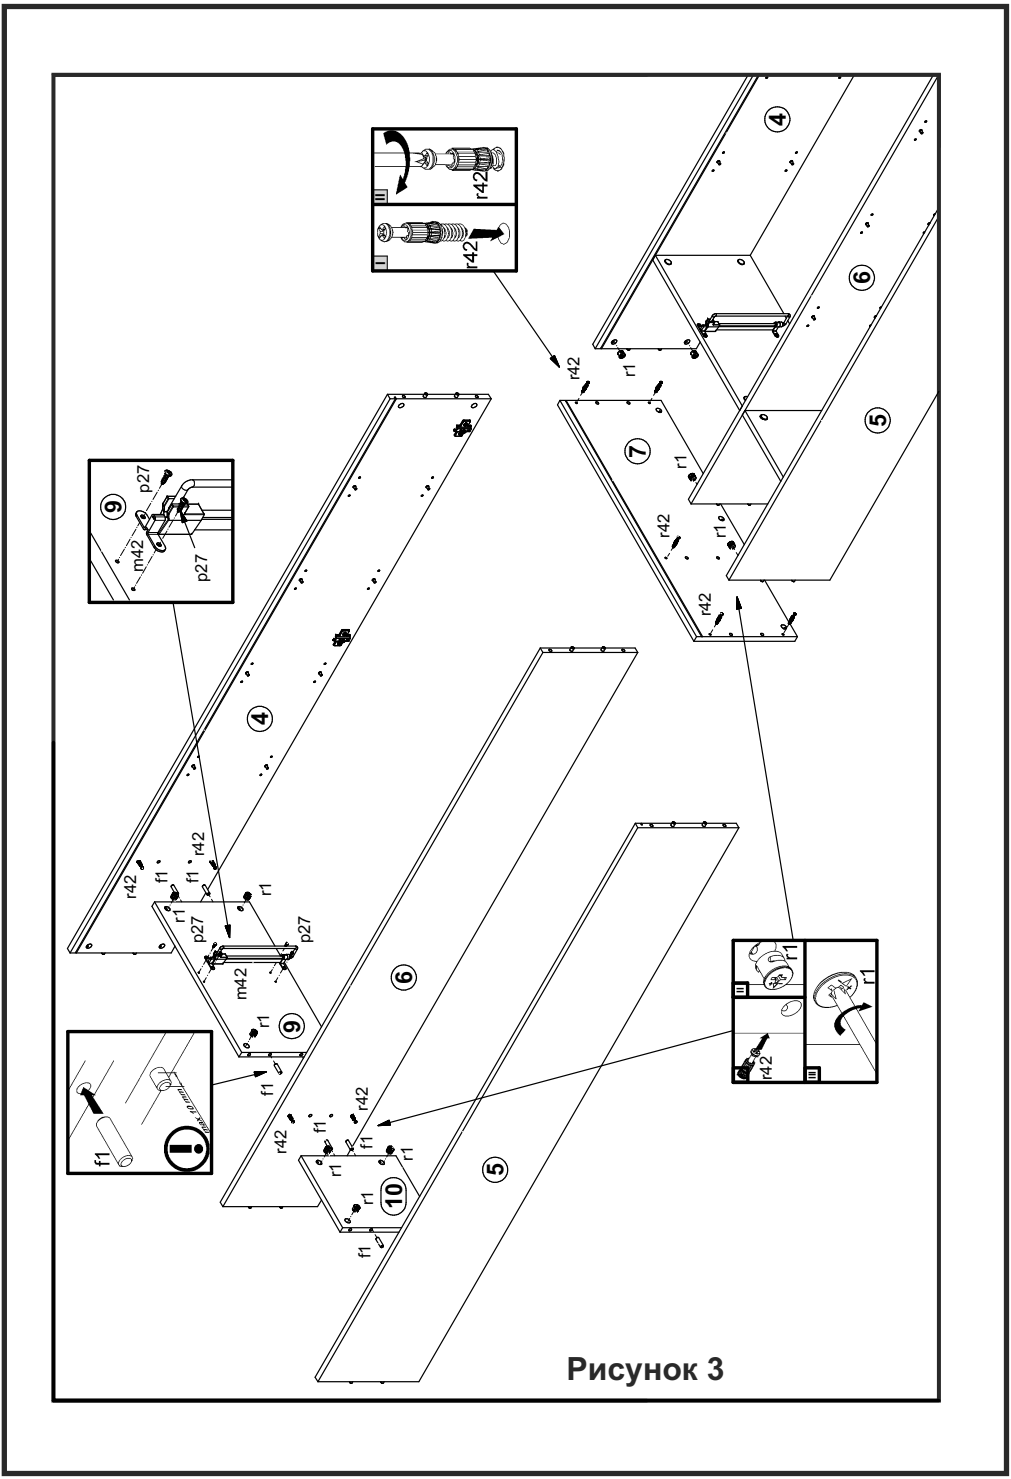
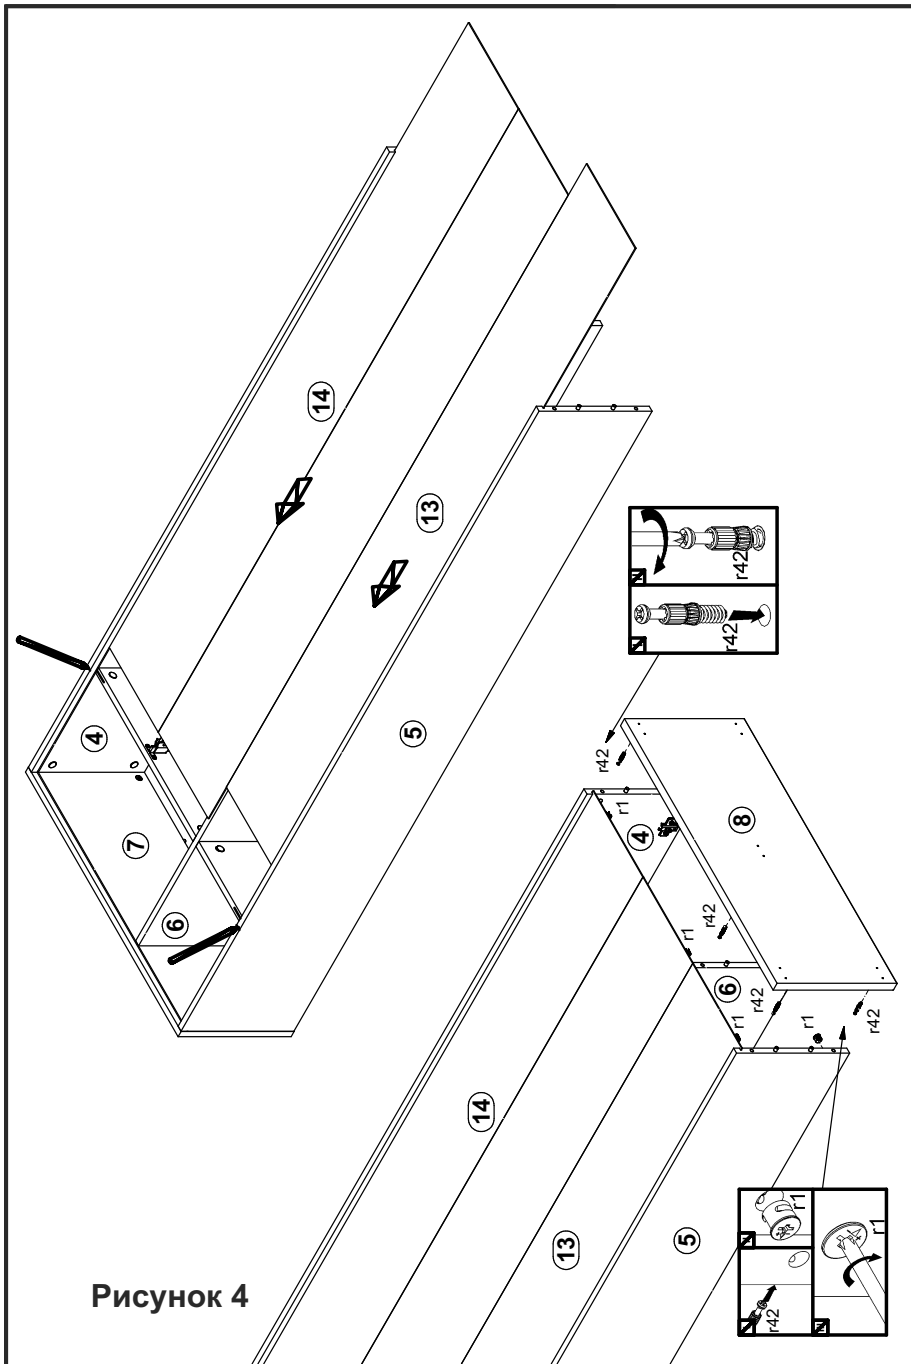

Рисунок 3
Рисунок 4
2. В отверстия $\varnothing 8$ мм на нижних и верхних кромках стенок боковых **4, 5**, стенки средней **6** (см. рис. 2), на боковых кромках полок соединительных **9, 10** (см. рис. 3) вбить деревянные шканты **f1**.
5. В отверстия $\varnothing 5$ мм на верхней поверхности щита нижнего **8** (см.рис. 4), на нижней поверхности щита верхнего **7** (см.рис. 3), на внутренних поверхностях стенок **4, 5, 6** (см.рис. 2) вкрутить винты стяжки **g42**.
7. В отверстия $\varnothing 15$ мм на внутренних поверхностях стенок **4, 5, 6** (см.рис. 3, 4) и нижних поверхностях полок **9, 10** (см.рис. 3) вставить стяжки эксцентриковые **g1**.
9. На нижней поверхности полки соединительной **9** закрепить штангу выдвигающую **m42** шурупами **p27** (см. рис. 3).
10. Соединить детали **4, 5, 6, 7, 9, 10** и затянуть стяжки эксцентриковые **g1**, пользуясь отверткой (см. рис. 3).
11. Вставить стенки задние **14, 15** в пазы в деталях **4, 5, 7** (см. рис. 4).
12. Присоединить щит **8** к деталям **4, 5, 6** с помощью шкантов **f1**, а за тем установить корпус изделия на стенку **5** и затянуть стяжки эксцентриковые **g1**, пользуясь отверткой (см. рис. 4).